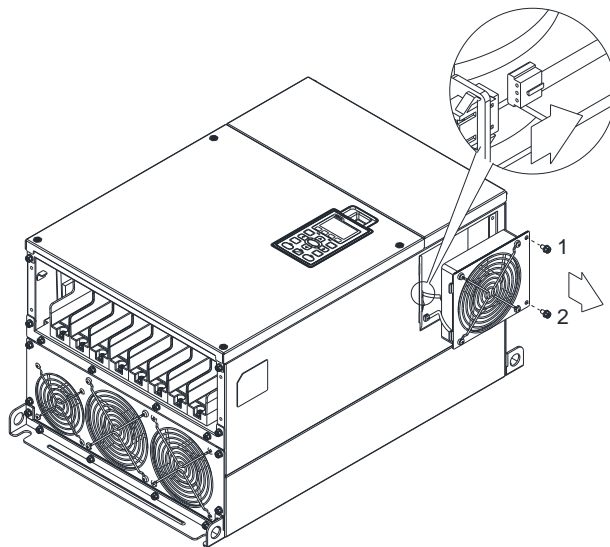

Рис. 3
1. Выкрутите винты 1–2 (Рис. 3), отсоедините кабель питания и снимите вентиляторы (рис. 3). Момент: 24–26 кг-см / [20.8–22.6 ф-дм] / [2.4–2.5 Нм]